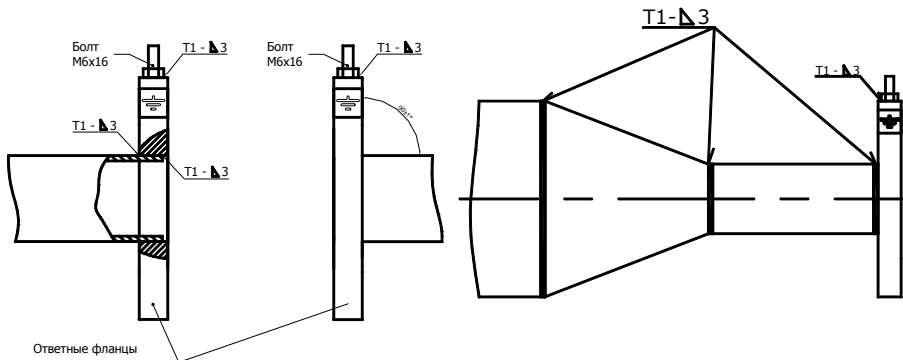

Рис.5
4.3.5 К прямолинейным участкам трубопровода приварить фланцы в соответствии с ГОСТ 12820-80, при этом угол между осью трубопровода и плоскостью фланца должен быть  $90 \pm 1^\circ$ . Фланцы следует приваривать таким образом, чтобы после установки ППР ось электродов ППР лежала в горизонтальной плоскости (допустимое отклонение от линии горизонта  $\pm 10^\circ$ ). При монтаже ответных фланцев необходимо приварить болт заземления к верхней части монтируемого фланца (см. рис. 5).
**ВНИМАНИЕ!!!** На датчики расхода, монтаж которых выполнен с нарушением требований ГОСТ 12820-80 (соединение труба-фланец), гарантийные обязательства не распространяются (см. Рис. 5а).
Рис.5а